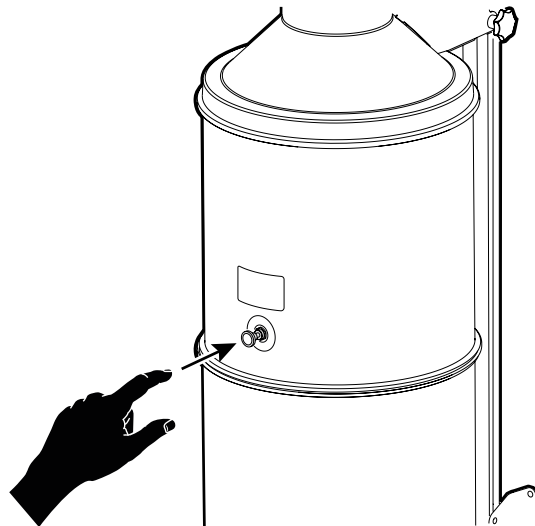

Fig. 7
5. Compruebe que la válvula de purga se abre y se cierra, realice una limpieza manual presionando el gatillo de acuerdo con la **Fig. 7**.
Consulte la **Fig. 7**.
2. Realice la limpieza manual con aire comprimido pulsando el gatillo tres veces, en intervalos de diez segundos, según la **Fig. 7**.